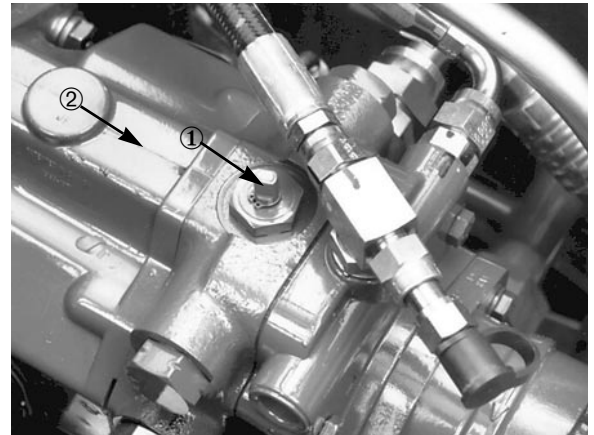

Bild 18
4. Das Bypassventil um 90 Grad drehen (Bild 18). Öffnen des Ventils öffnet einen internen Laufweg in der Antriebspumpe, durch den hydraulisches Öl umgeleitet wird. Weil das Öl umgeleitet wird, läßt sich die Zugmaschine ohne Beschädigung des hydraulischen Systems bewegen.